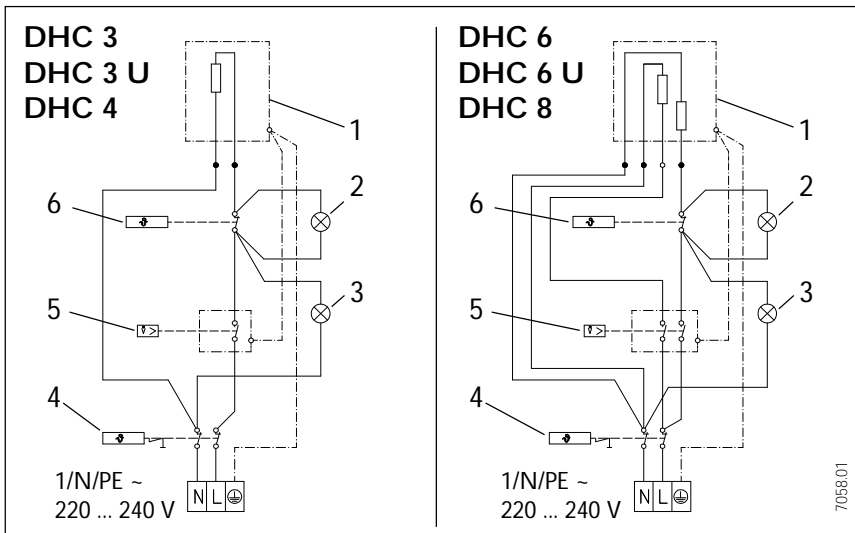

Abb. 14
**⚠** Das Gerät muß an den Schutzleiter angeschlossen werden (siehe Abb. 14).
Legende Abb. 14
- Elektrischen Anschluß (Pos. 10) entsprechend Abb. 14 herstellen und Schrauben der Zugentlastungsschelle festdrehen.
- Festverlegte Leitung (Pos. 7) für elektrischen Anschluß (Pos. 10) entsprechend Abb. 14 herstellen.
- Festverlegte Leitung (Pos. 15) für elektrischen Anschluß (Pos. 16) entsprechend Abb. 14 herstellen.